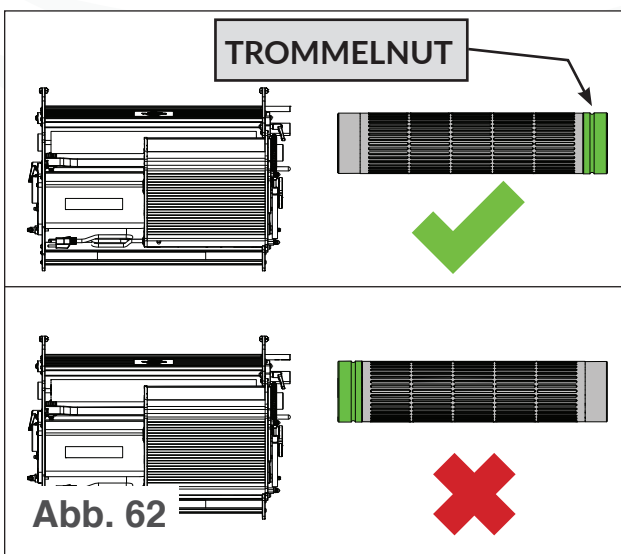

Abb. 62
1. Setzen Sie die Trommel ein. Achten Sie darauf, dass sich die Trommelnut auf der gleichen Seite wie der Schaltkasten befindet (siehe Abb. 62).